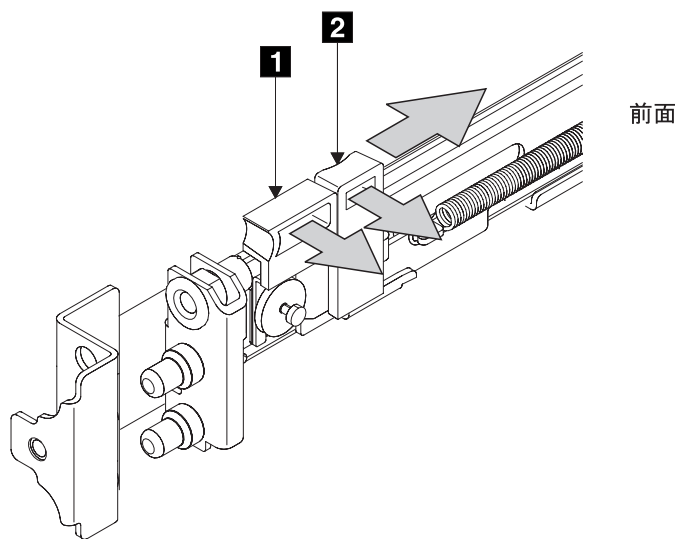

図 81. 前部ラッチ・ロック・キャリア・アセンブリーを開く
- ラッチ・レバー **2** をレールの一番端の方向に移動させながら、ラッチ・ロック **1** (図 81) を軽く押してレールから離します。ラッチ・ロック・キャリア・アセンブリーが、ばねの強度でスライドします。